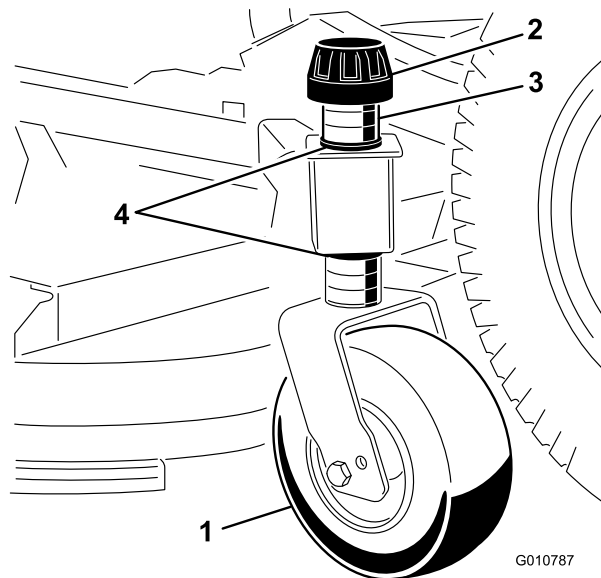

Figura 9
1. Retire el casquillo tensor que sujeta la rueda niveladora a los soportes de la unidad de corte (Figura 9).